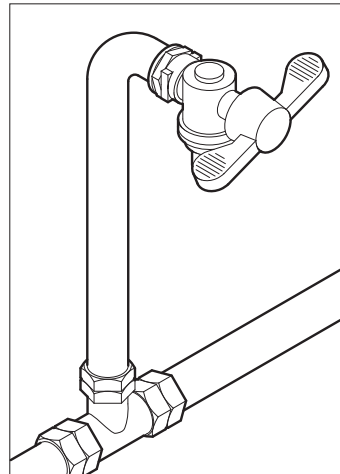

Fig. 6.3
- Installer s'il n'est pas présent, un robinet en position accessible isoler l'appareil du réseau d'eau si nécessaire (figure 6.3).